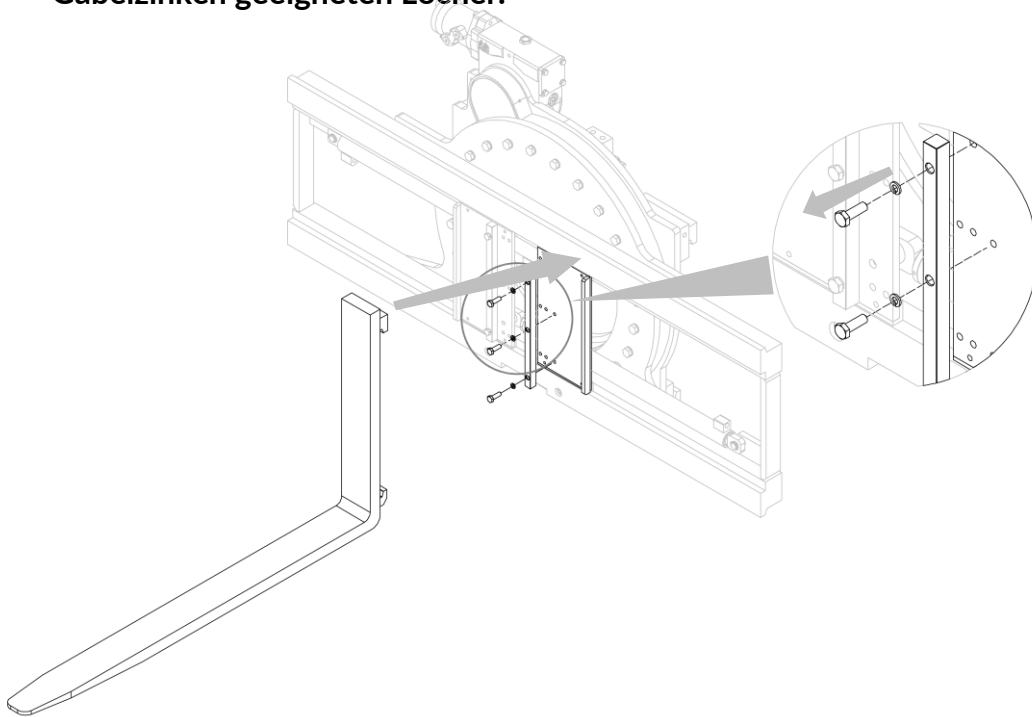

Abbildung 15
1. Schrauben Sie die Gabelzinkenfeststeller ab und bringen Sie die Gabelzinken an (siehe *Abbildung 15*); nehmen Sie die für die Länge der Gabelzinken geeigneten Löcher.